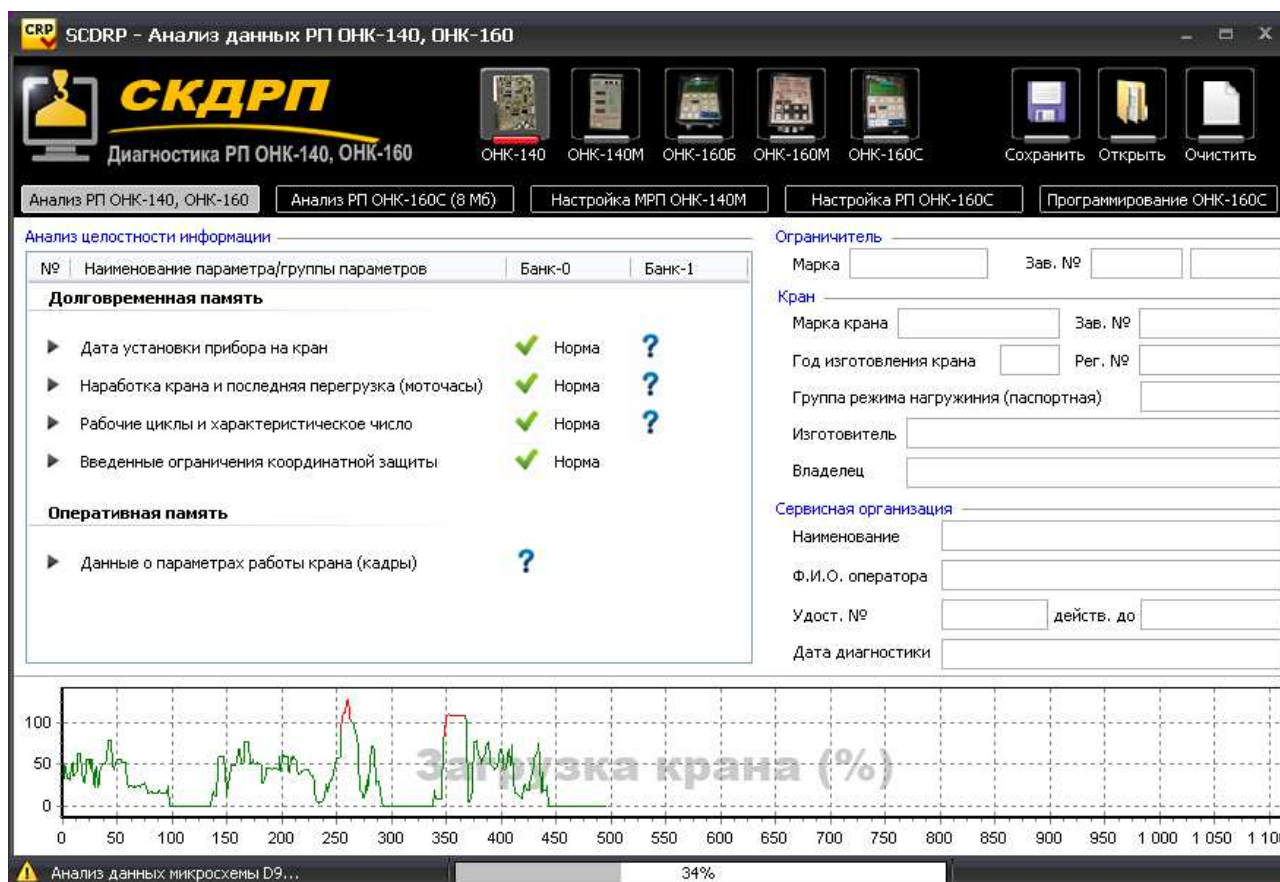

Рисунок 27. Считывание информации из РП ОНК-140.
4. Этапы считывания и ход самого процесса отображаются в строке состояния (Рисунок 27), а также миганием желтого индикатора на АДС160.